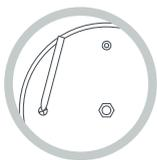

Fig.5a
**1. Chimenea (23).** Retire la tapa y la válvula giratoria. Compruebe desde el interior de la tapa que la chimenea esté completamente limpia. De lo contrario, límpiela con una varilla fina (Fig. 5a).